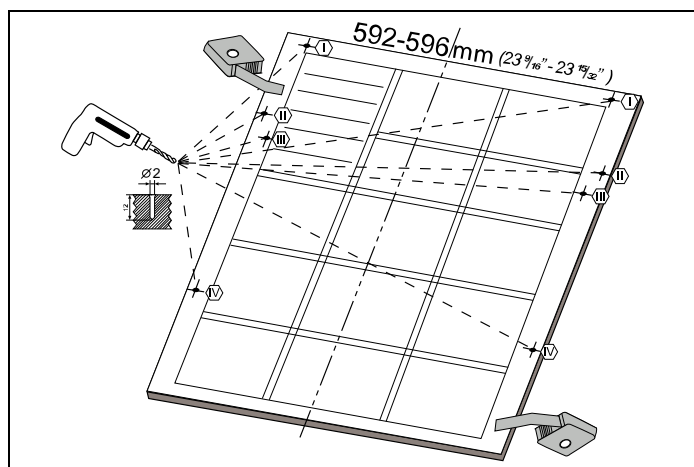

Fig. 24
Comme illustré dans la Fig. 24 , vous devez mesurer la hauteur et la profondeur de l'armoire pour déterminer les dimensions de la porte extérieure.
- 2) Comme illustré dans la Fig. 24 , le trou de vis est ouvert sur la porte extérieure à partir des points indiqués sur le gabarit de montage. Diamètre du foret : 5/64" (2 mm) Profondeur du foret : 15/32" (12 mm)